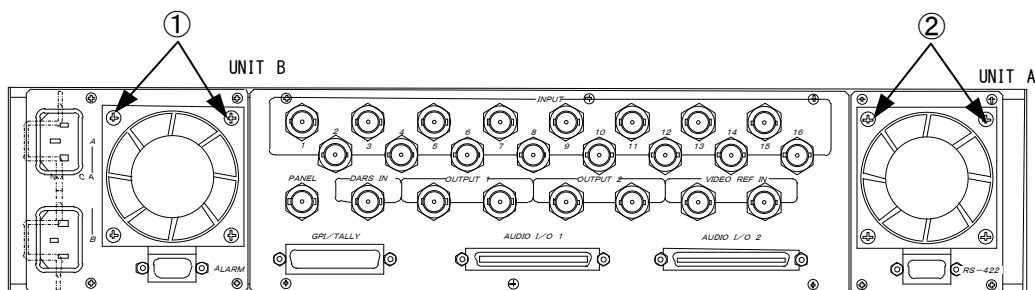

図7-4 FANユニット
- (1)最初に、FANが回転しているか停止しているか確認します。
- (2)本体電源をOFFします。
- (3)図7-4(下図)FANユニットの①部または②部のネジを2カ所プラスドライバーで緩めて外しFANを手前に引き出します。
- (4)FANが回転している場合は、埃などで目詰まりしていることがあります。